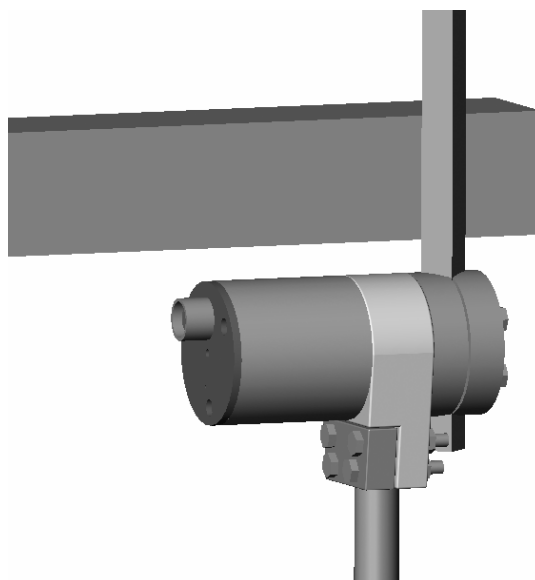
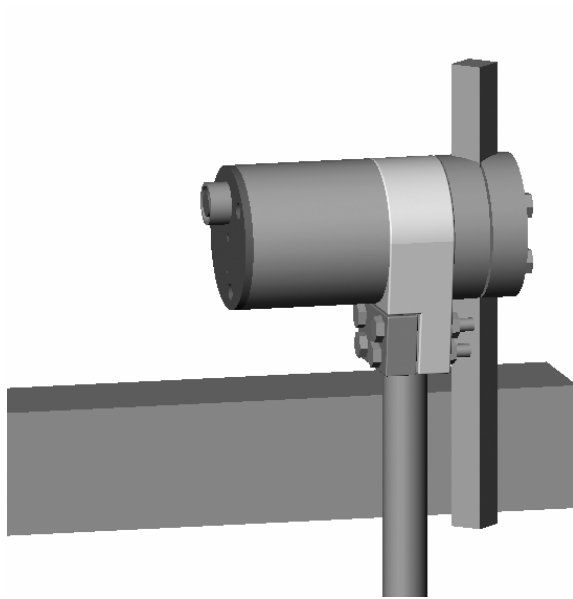

Figure 3 – Fixer la sonde sous le bras de la pale racleuse
Figure 4 – Fixer la sonde sur le dessus du bras de la pale racleuse
- Le corps de la sonde peut être monté sous le bras de la pale racleuse (Figure 3) ou au-dessus du bras de la pale racleuse (Figure 4). Dans les deux cas, le corps doit être aussi loin que possible du malaxage afin de la conserver relativement propre et de minimiser l'usure.